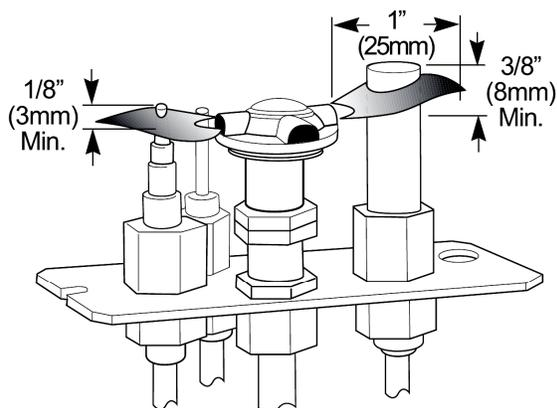

Figure 28. Apparence correcte des flammes de la veilleuse.
2. FLAMMES DE LA VEILLEUSE : On peut surveiller les flammes de la veilleuse à travers la fenêtre d'inspection juste derrière et sous la bûche droite. Voir fig. 28 et 28a. Les flammes de la veilleuse doivent être stables – sans vaciller, diminuer ni augmenter. Elle doivent être de couleur bleue autour du capuchon de veilleuse, avec des traces de jaune près des bords externes.